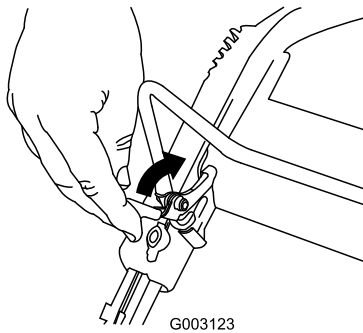

Figura 23
1. Tire hacia atrás del mecanismo de bloqueo de la barra de control (Figura 23).